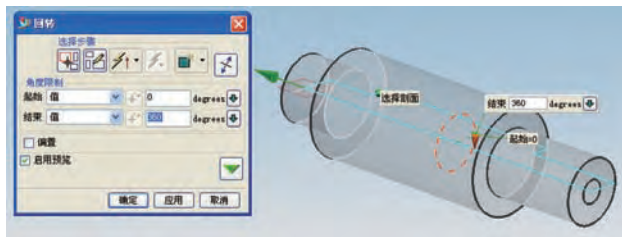

图 6 绘制回转圆柱体
(1) 启动 NX4.0 软件, 进入建模的模式。
(2) 选择“插入”——“设计特征”——“回转”命令, 系统弹出“回转”对话框。
(3) 单击“草图剖面”, 选择“XC—YC 平面”, 单击确定按钮, 进入草绘模式绘制图 1 所示的圆柱形外轮廓, 单击“完成草图”, 如图 6 所示, 单击“确定按钮”。